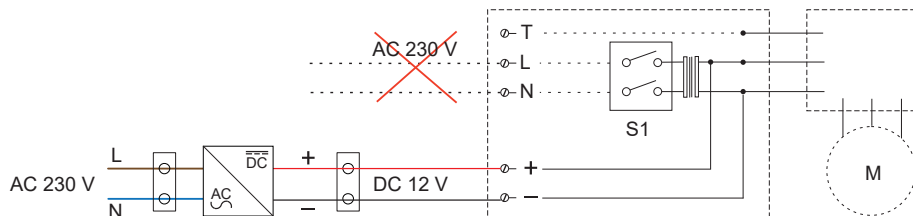

Abbildung 9: Anschlussplan UP-Netzteil NT16 und Abluftventilator Pulsar Basic 12 V DC (sensorgesteuert)
- Anschluss siehe Abbildung 9.